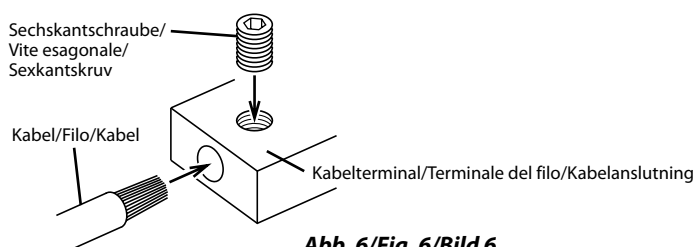

Abb. 6/Fig. 6/Bild 6
3. Ziehen Sie die Schraube mit dem Sechskantschlüssel (mitgeliefert) an, um das Kabel sicher zu befestigen. (Abb. 6)
3. Serrate le viti installata con la chiave esagonale (in dotazione) per fissare il filo in posizione. (Fig. 6)
3. Dra åt stoppskruven med sexkantsnyckeln (ingår) för att säkra kablarna. (Fig. 6)